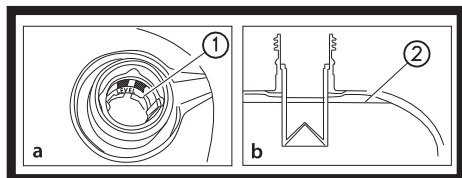

Рис.3
Снимите крышку (3) (рис. 1) и заполните топливный бак бензином (рис. 3а). Максимальный уровень заполнения бака находится на уровне 5 мм от нижнего края горловины (рис. 3б).